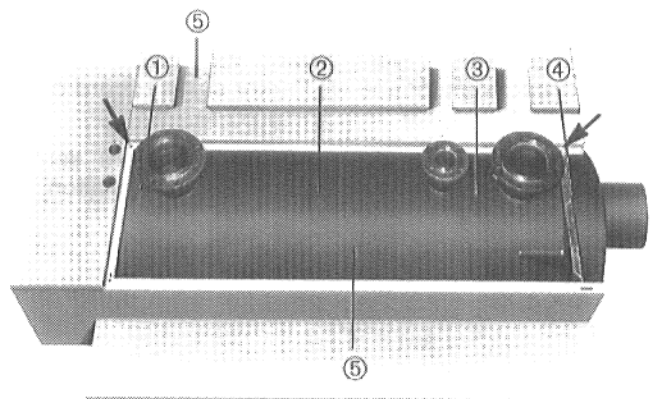

Fig. 16
Placer les parties du capot de la chaudière ⑤ à gauche et à droite et visser respectivement à l'aide d'une vis Parker sur la traverse arrière et sur le rebord avant du capot de la chaudière (voir flèche, fig. 16).
Introduire les pièces intercalaires ①, ②, ③, ④ comme indiqué fig. 16